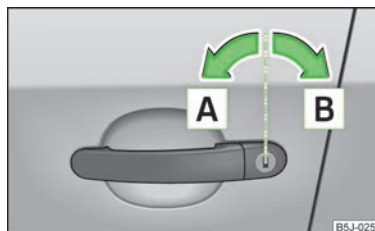

Fig. 12
- Rotiți cheia în butucul portierei șoferului, în sensul de deplasare (poziție de descuiere) **A** » fig. 12.
- Rotiți cheia în încuietoarea portierei șoferului în sens contrar sensului de deplasare (poziție de încuiere) **B** » fig. 12 la pagina 28.